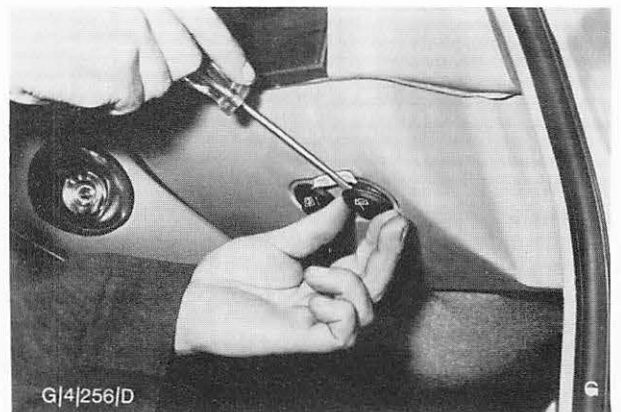

Abb. 65 Schalter — Scheibenwaschanlage ausbauen
1. Oberfläche der unteren Instrumententafelabdeckung mit Papier oder einem Lappen schützen, dann Schalter vorsichtig herausheben, Abb. 65.